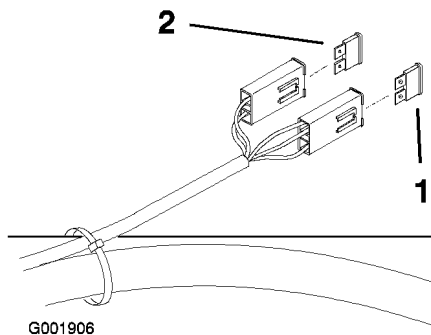

Figure 47
2. Pour remplacer un fusible, tirez dessus pour l'enlever (Figure 47).